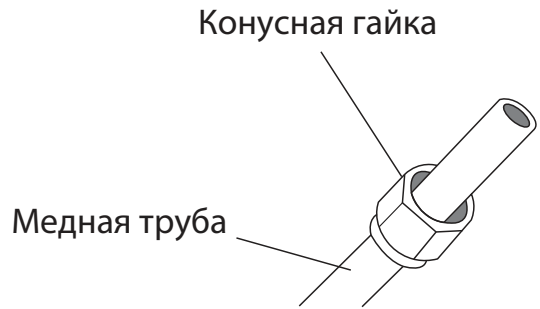

Рис. 5.3
3. Установите конусные гайки с обеих сторон трубы. Убедитесь, что они установлены правильной стороной, так как после развальцовки надеть их или поменять положение не удастся. См. **рис. 5.3**.